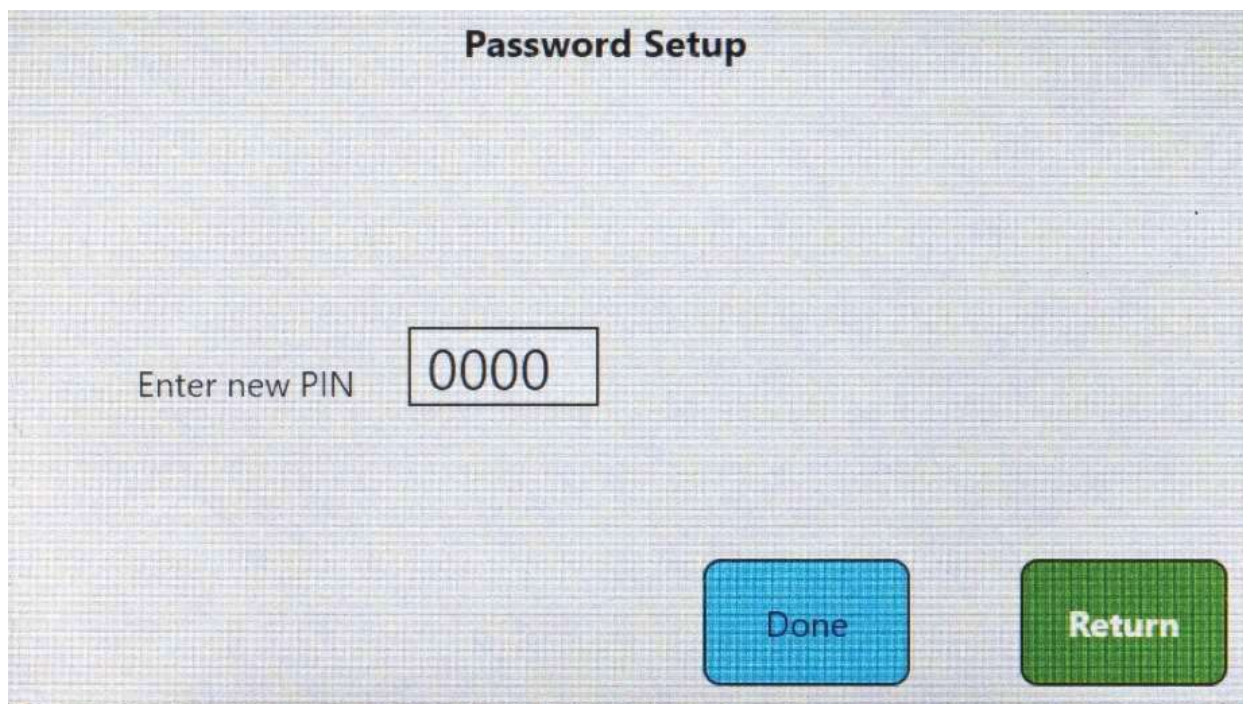

図 6
13. 新しい PIN 番号を入力し、[OK] を押します (図6)
14. 完了 (Done) ボタンと戻る (Return) ボタンを押します (図6)